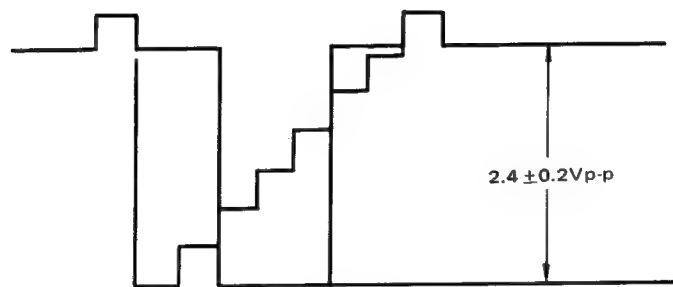

Fig. 34 Abb. 34
3. Turn brightness control (R323) and contrast control (R321) fully clockwise and adjust I-F AGC control (R115) to obtain the waveform as in fig. 34.
3. Helligkeitsregler (R323) und Kontrastregler (R321) auf Rechtsanschlag drehen und den Regler für die Automatische Verstärkungsregelung (R115) auf die in Abb. 34. gezeigte Kurvenform abgleichen.